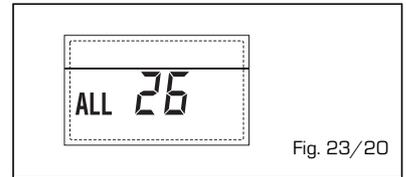

Fig. 23/20
- **ANOMALIA COERENZA APPLICAZIONE SOLARE "ALL 27"** (fig. 23/21)